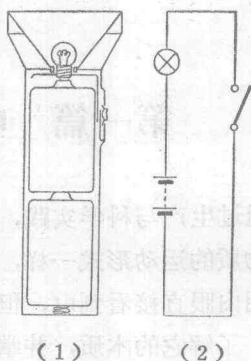

图 1—1 手电筒及其电路
一个小灯泡并装有几节电池，如图 1—1 (1) 所示。如果把这几部分间的联接关系用简单的图表示出来，就可画成图 1—1 (2) 的样子。这就是一个简单的电路图。手电筒所以能发光，就是因为按下按钮时，按钮将电路接通，于是在电池电动势的作用下，电路中产生了电流。电流流过小灯